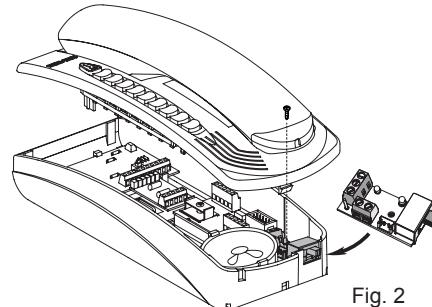

Fig. 2
- Inserire la scheda nell'apposito alloggiamento e fissarla con la vite in dotazione (Fig. 2)
- Insert the card in its seat and fix it with the screw supplied (Fig. 2)
- Insérer la carte à l'emplacement prévu à cet effet et la fixer avec la vis en dotation (Fig. 2).
- Die Karte in ihre Aufnahme einsetzen und mit der beigestellten Schraube befestigen (Abb. 2).
- Introducir la tarjeta en su alojamiento y fijarla con el tornillo en dotación (fig. 2).